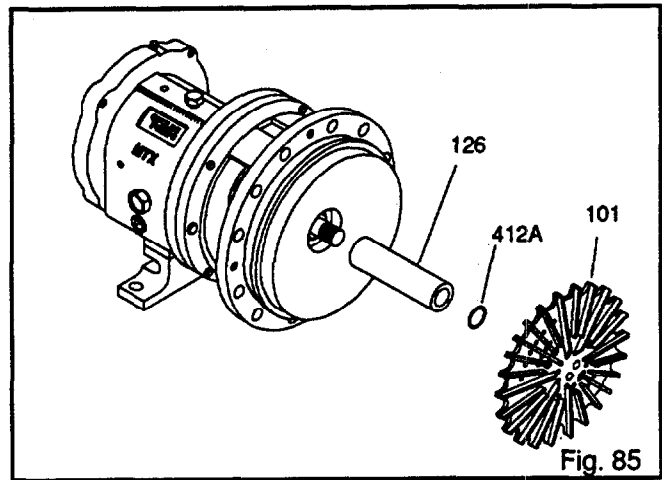

Fig. 85
3. Install shaft sleeve (126) if used (Fig. 85).